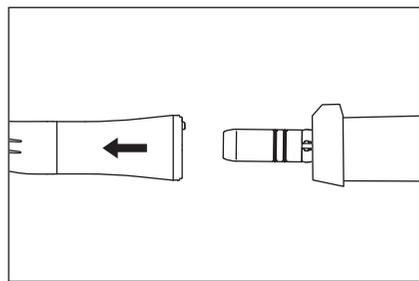

Fig.21
- 4) Retirez la pièce à main du moteur. (Fig.21)